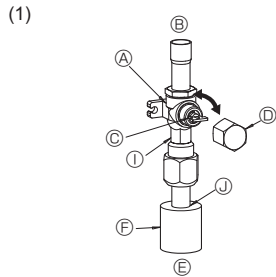
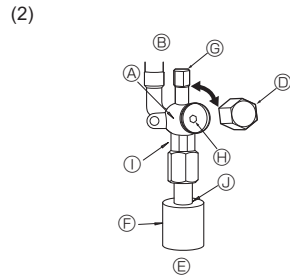

Fig. 4-6
Fig. 4-7
- (1) Πλευρά αερίου ZRP100-140 (Fig. 4-6)
- ① Βγάλτε το καπάκι, τραβήξτε τη λαβή προς την πλευρά σας και περιστρέψτε κατά το 1/4 της στροφής προς τα αριστερά για να ανοίξει.
- ② Βεβαιωθείτε ότι η βαλβίδα διακοπής είναι εντελώς ανοιχτή, πιέστε μέσα τη λαβή και περιστρέφοντας επαναφέρατε το καπάκι στην αρχική του θέση.
- (2) Πλευρά υγρού ZRP100-140 και Πλευρά αερίου/υγρού ZRP35-71 (Fig. 4-7)
- ① Βγάλτε το καπάκι και περιστρέψτε το στέλεχος της βαλβίδας προς τα αριστερά έως το τέρμα χρησιμοποιώντας ένα εξαγωνικό κλειδί 4 mm. Σταματήστε να περιστρέφετε έως ότου φτάσει στον αναστολέα. (ø9,52: Περίπου 10 στροφές)
- ② Βεβαιωθείτε ότι η βαλβίδα διακοπής είναι εντελώς κλειστή, πιέστε μέσα τη λαβή και περιστρέφοντας επαναφέρατε το καπάκι στην αρχική του θέση.